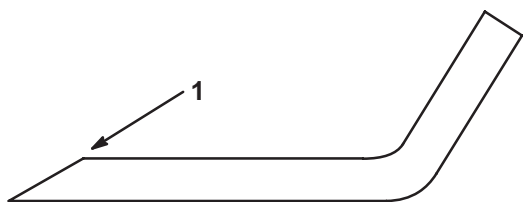

Figure 26
1. Au moyen d'une lime, aiguisiez les tranchants aux deux extrémités de la lame (Fig. 26) en veillant à conserver l'angle de coupe d'origine. Limez la même quantité de métal sur chacun des deux tranchants pour ne pas déséquilibrer la lame.